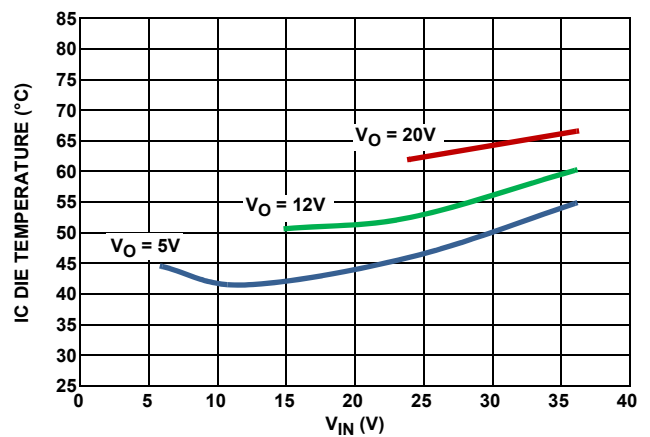
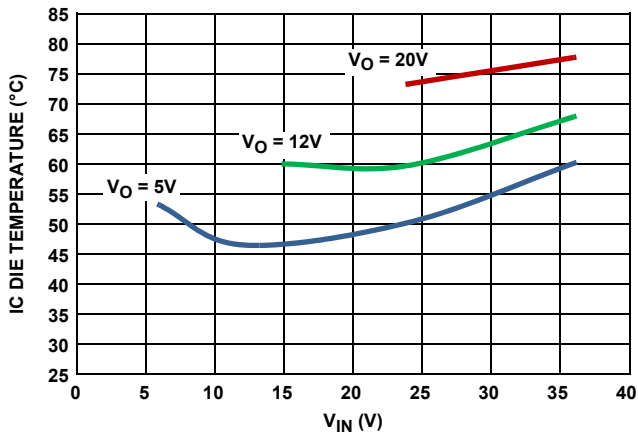

図 10. 周囲温度  $+25^\circ C$  のときの IC ダイ温度、静止大気、 $500kHz$ 、 $I_O = 2.0A$
図 11. 周囲温度 +25 °C のときの IC ダイ温度、静止大気、500kHz、IO = 2.5A
- 放熱の観点では、IC 内部の電力損失によって、ダイ温度が +125 °C を超えないようにしなければなりません。異なる条件で動作させた本 IC の発熱特性を図 10 と図 11 に示します。
VIN 範囲をパラメータとして、+25 °C の静止大気条件での 2A 出力と 2.5A 出力アプリケーションのダイ温度特性を図 10 ~ 11 に示します。異なる周囲温度あるいは異なる動作条件でのダイ温度は、両方の図に示した温度上昇データを用いて概算してください。ただし、周囲温度が高いほど rDS(ON) も増加して導通損失が大きくなり、温度上昇がより大きくなる点に注意してください。